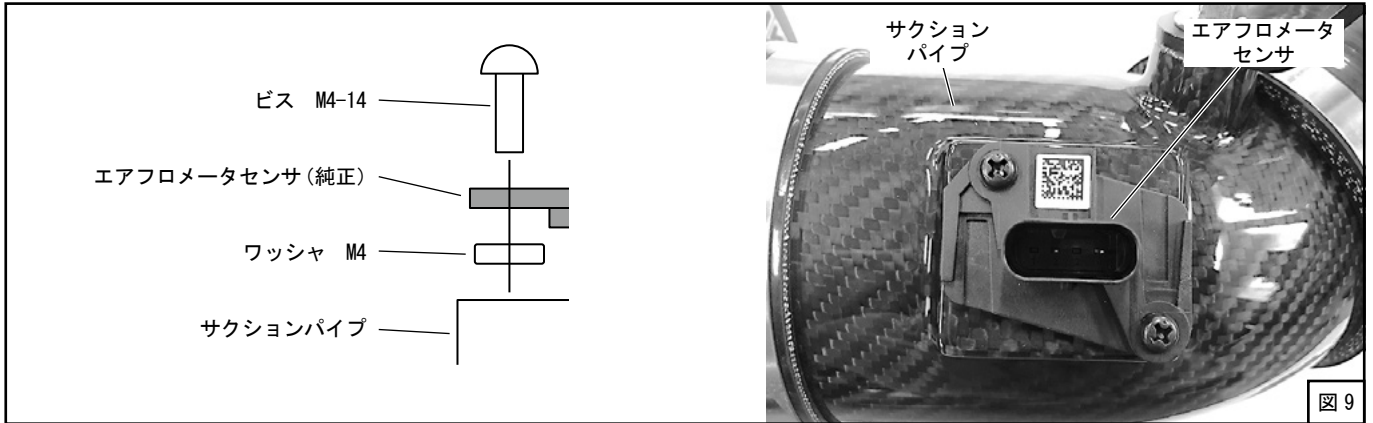
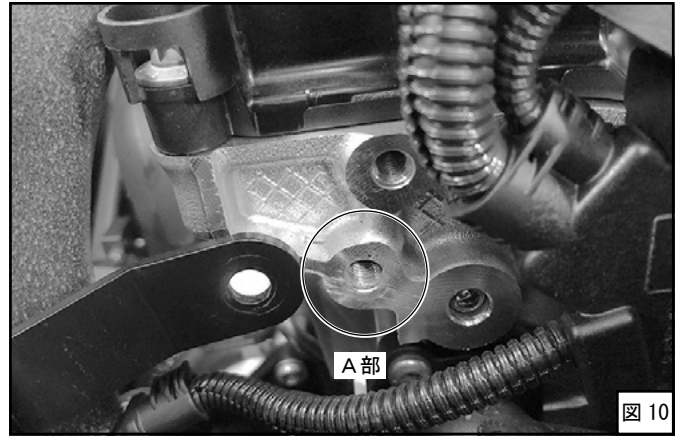
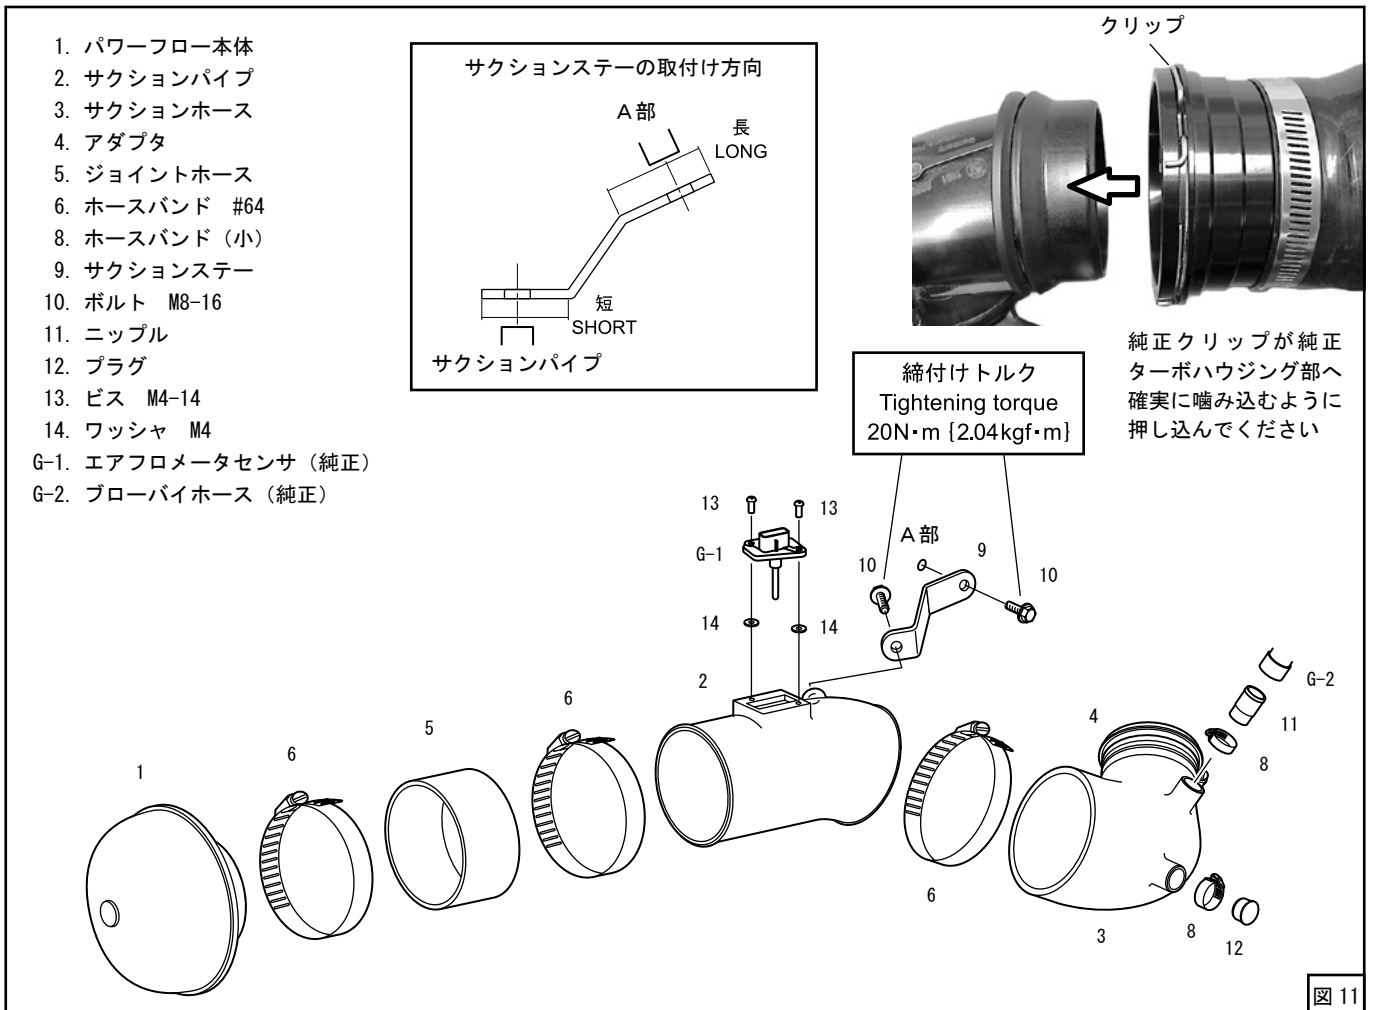
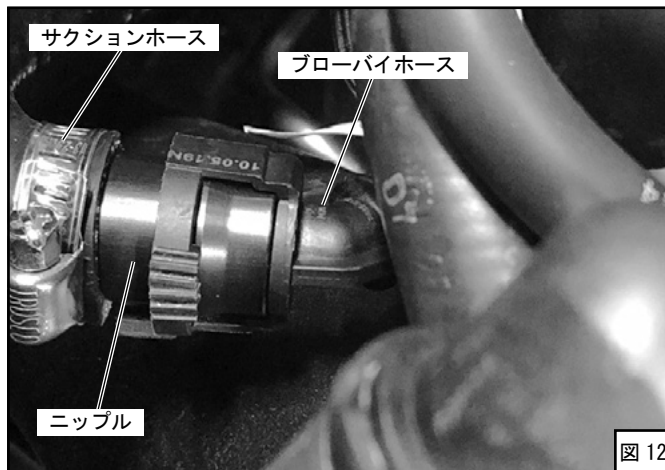

図9
図10
図11
図 12
- (1) サクションステーを取付けているエンジン側 M8 ボルト (図11・A部) をいったん取外してください。(図11)
- (2) アダプタとサクシオンホースを組付けて、ホースバンド #44 で固定してください。(図7、図11)
- (3) サクシオンホースにニップルを取付け、ホースバンド (小) で固定してください。(図8、図11)
(4) サクシオンホースにプラグを取付け、ホースバンド (小) で固定してください。(図8、図11)
(締付けトルク 2.0 ~ 3.0N・m{0.2 ~ 0.3kgf・m}) (図9、図11)
- (6) キットパーツを仮付けしてください。(図10、図11)
- (7) ブローパイホースを接続してください。(図11、図12)
- (9) サクションステータを取付けているエンジン側 M8 ボルト (図11・A部) をいったん取外してください。(図11)
- (10) ホースバンドをゆるめ、サクションパイプからパワーフロー本体をいったん取外してください。(図11)
(15) 図11・A部のM8ボルトを固定してください。(図11)
(16) パワーフロー本体を取付けてください。
(図11、図17)